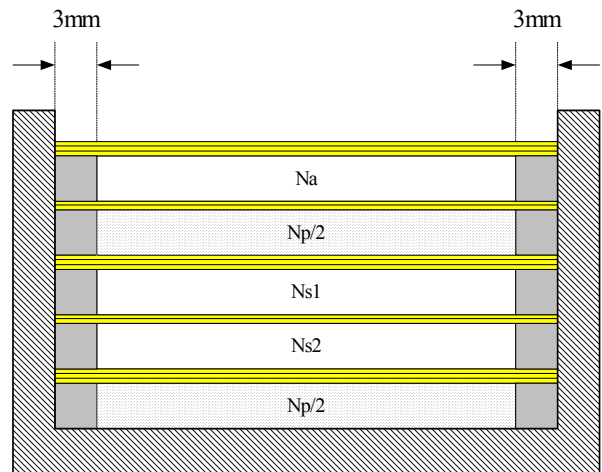

图 17. LCD 监视器开关式电源变压器构造实例 (A)
**变压器构造实例 A (图 17)**：在此实例中，三明治缠绕的使用将漏磁电感最小化。外层放置 Vcc 线圈，以提供屏蔽效应。由于 Vcc 线圈放置在初级线圈的上半部，因此 Vcc 线圈和 5V 输出线圈的耦合很差，需要在 5V 输出上增加假性负载，以防在空载情况下触发欠压锁定 (UVLO)。